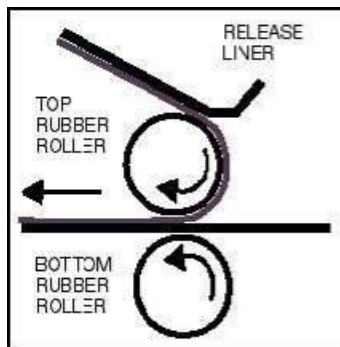

Рисунок 1 (Покрывающий слой – Верхний резиновый валик – Нижний резиновый валик)
4. Перебросьте оставшуюся плёнку через верхний валик и снимите оставшуюся часть покрывающего слоя, одновременно заправляя оставшуюся заготовку знака. (см. рис.1).